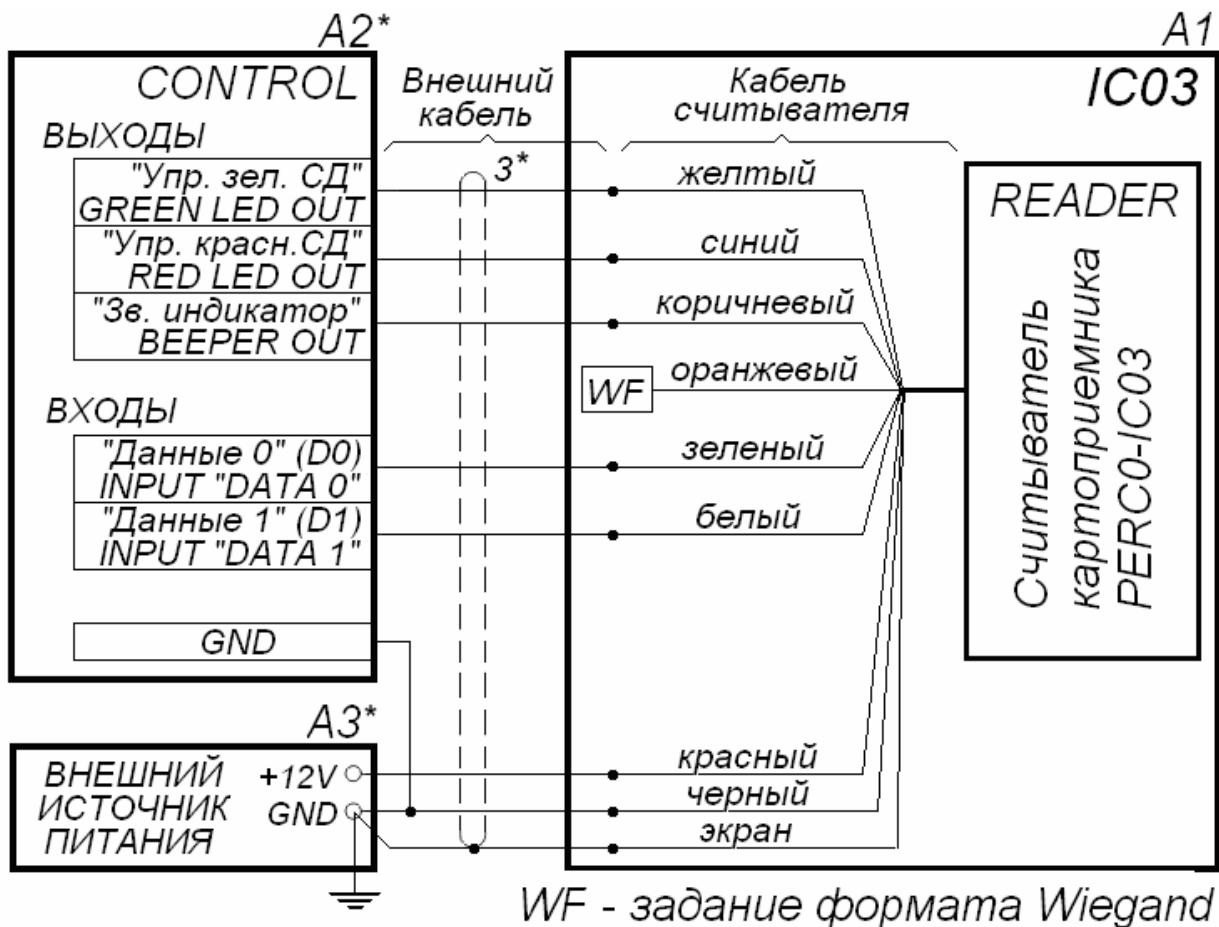

Рисунок 8 Схема подключения считывателя картоприемника к контроллеру СКУД
12. Подключите удлинительный кабель от контроллера СКУД к штатному соединительному кабелю встроенного считывателя картоприемника согласно схеме, приведенной на рис. 8. При подключении по приведенной схеме автоматически устанавливается режим внешнего управления его светодиодной индикацией в соответствии с состоянием перемычки «single-double», а также выходной формат данных *Wiegand-26*.
- 12.2. Если необходимо изменить формат выходных данных считывателя, подключите оранжевый провод WF (см. рис. 8) в соответствии с табл. 2.
13. Установите кожух (3) в рабочее положение и зафиксируйте его винтами. Установите в рабочее положение контейнер (9), закрыв замок (8). Установите в рабочее положение крышку (4), аккуратно нажимая сверху до фиксации ее прижимами и выравнивая положение относительно каркаса.